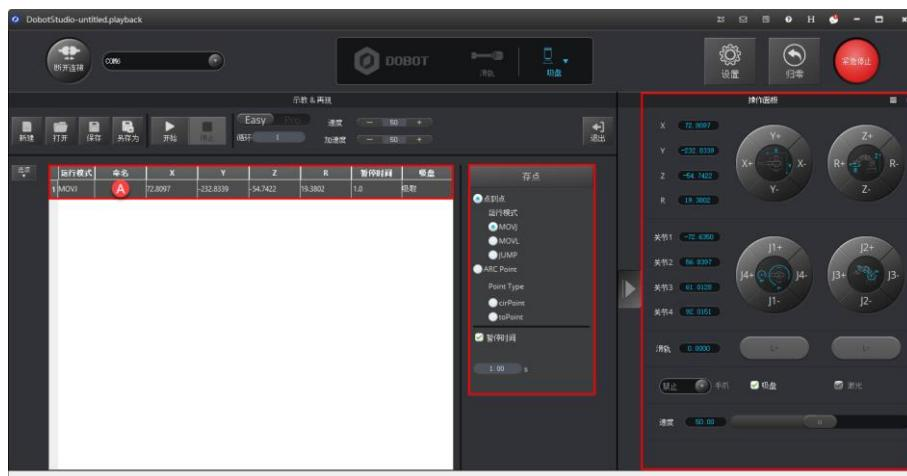

图 5.28 存起始点 A
8. 单击“存点”，保存A点对应的机械臂坐标信息。如图 5.28所示。